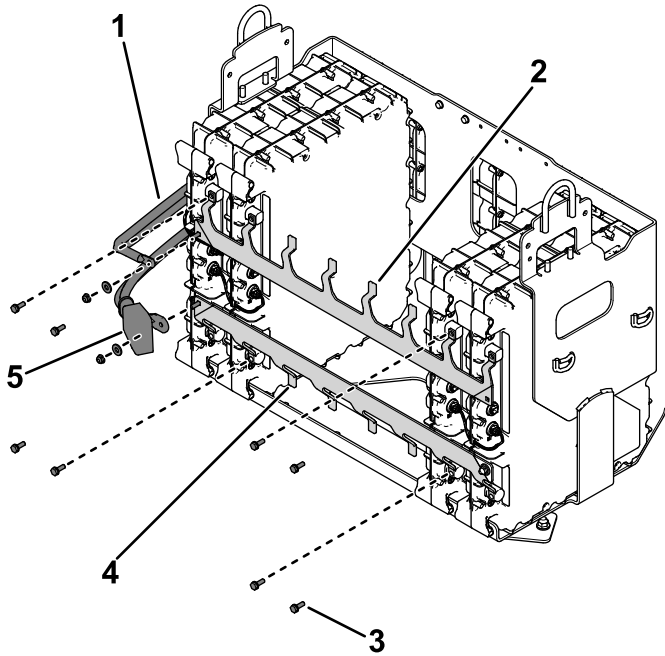

Figure 3
- Retirez les barres omnibus (Figure 3) du compartiment de batteries.
- A. Servez-vous des boulons retirés précédemment pour fixer légèrement les barres omnibus sur les batteries (Figure 3).
B. Servez-vous des fixations retirées précédemment pour installer les câbles de batteries sur les barres omnibus (Figure 3).
6. Vérifiez que les barres omnibus sont bien en place et serrez les boulons utilisés pour fixer les barres omnibus aux batteries (Figure 3 et Figure 8) à 11 N·m.